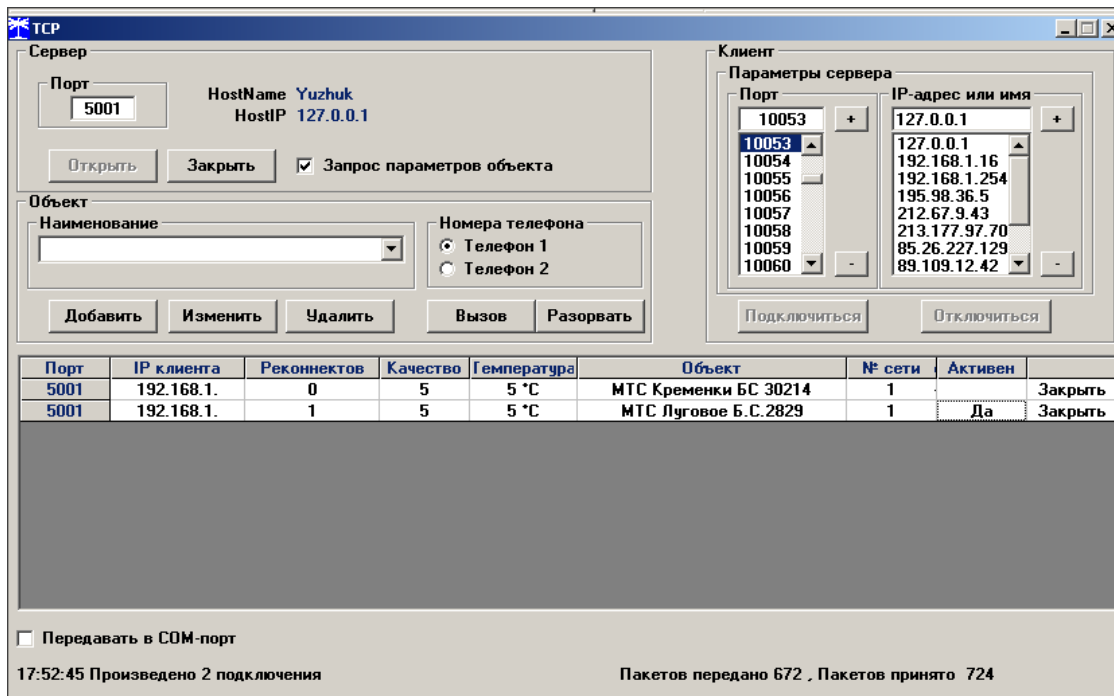

Рисунок 18 – Форма «ТСР»
5.2.6.3 Ввести параметры вызова объекта в форме «ТСР» (рисунок 18). Нажать кнопку «Добавить» в группе элементов «Объект» и ввести параметры объекта: